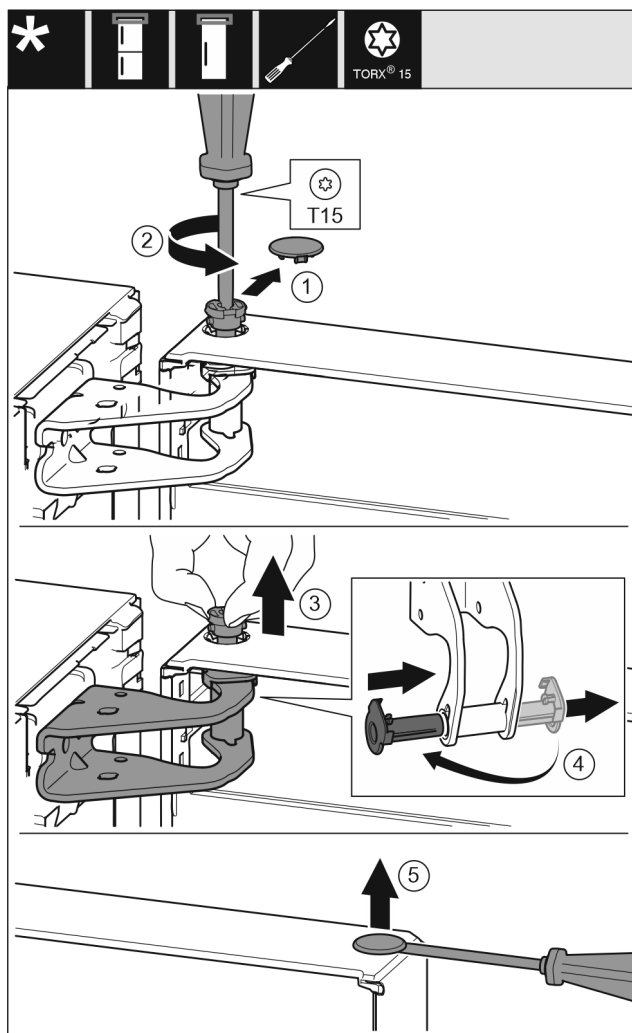

Fig. 9
- ▶ Trekk sikringsdekselet forsiktig av. Fig. 9 (1)
- ▶ Skru bolten ut et stykke med skrutrekker T15. Fig. 9 (2)
- ▶ Hold fast døren, og trekk bolten ut med fingrene. Fig. 9 (3)
- ▶ Trekk lagerbøssingen ut av føringen. Sett den inn fra den andre siden, og la den klikke på plass. Fig. 9 (4)
- ▶ Løft proppen forsiktig ut av dørens lagerbøssing med en skrutrekker, og trekk den ut. Fig. 9 (5)